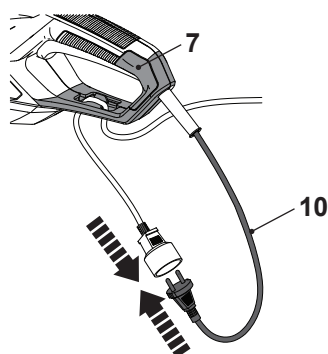

Fig. 3
3. Conecte el cable de alimentación (10) a la toma del alargador (fig. 3).